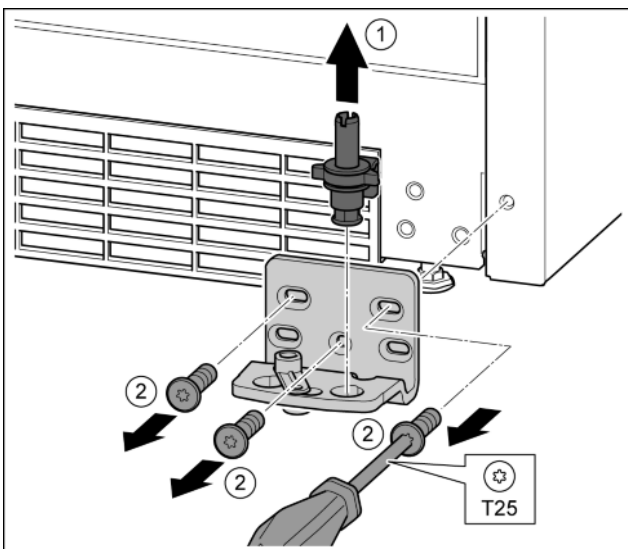

Fig. 11
- ▶ Sortir complètement par le haut l'axe de palier. Fig. 11 (1)
- ▶ Desserrer les vis avec le tournevis T25 et enlever le support de palier. Fig. 11 (2)